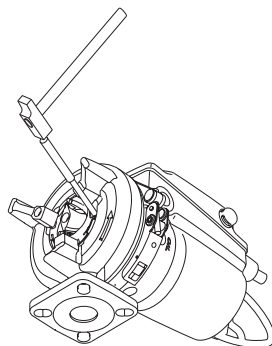

Рис. 15 Демонтаж кольца режущего механизма
2. Освободить кольцо режущего механизма (поз. 44), постучав по нему и повернув по часовой стрелке на 15-20°. См. рис. 15.